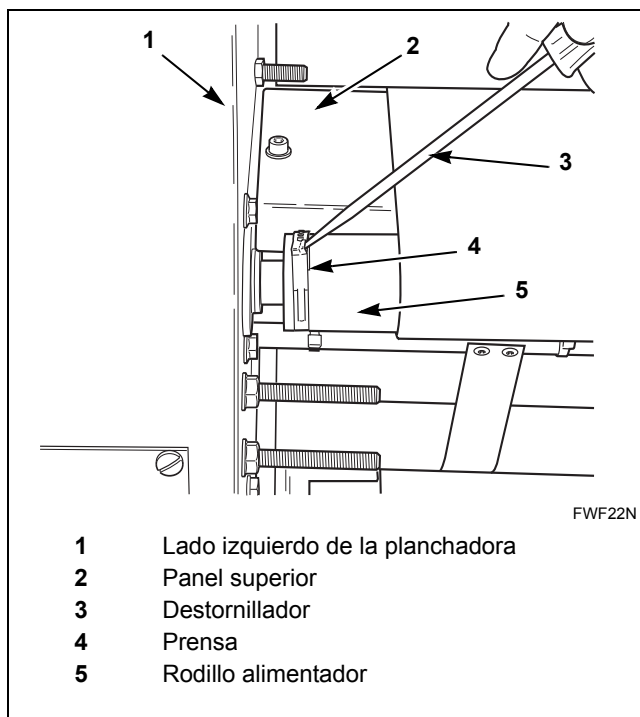

Figura 23
1. Con un destornillador estándar, abra la abrazadera en el extremo izquierdo del rodillo alimentador. Consulte la *Figura 23*.